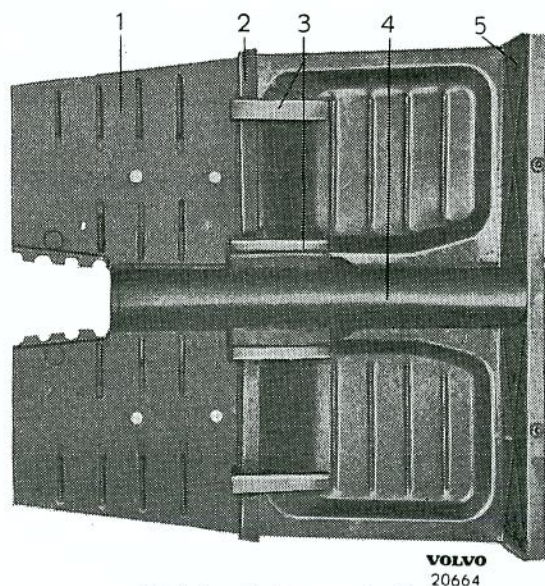
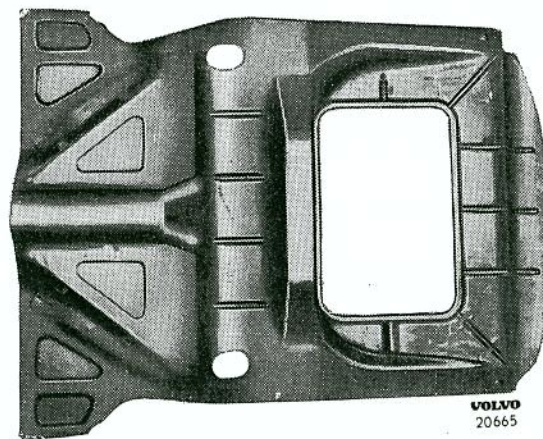

Bild 2. Främre golvplåt.
Bild 3. Bakre golvplåt.
Golvpartiet består av främre (1, bild 2) och bakre golvplåt (bild 3), främre och bakre tvärbalk samt
kant. Tunneln (4), vilken utgör genomföring för kardanaxeln, är punktsvetsad vid golvplåtarna. Bakre golvplåten (bild 3) har på vardera undre sidan sidan en längsgående förstärkningsbalk samt mellan dessa en tvärbalk. Denna tvärbalk är försedd med fästansordning för bakaxelns tvärstag. I bakre delen är ett flänsat hål upptaget för infästning av bränsletanken vars lock utgör en del av golvet i bagageutrymmet.
tunnel. Golvplåtarna är punktsvetsade tillsammans vid bakre tvärbalken. Vid främre tvärbalken (2, bild 2) är fyra konsoler (3) monterade för att tjäntgöra som fäste för framstolarnas glidskenor. Bakre tvärbalken (5) bildar stöd för bakre sätets fram-